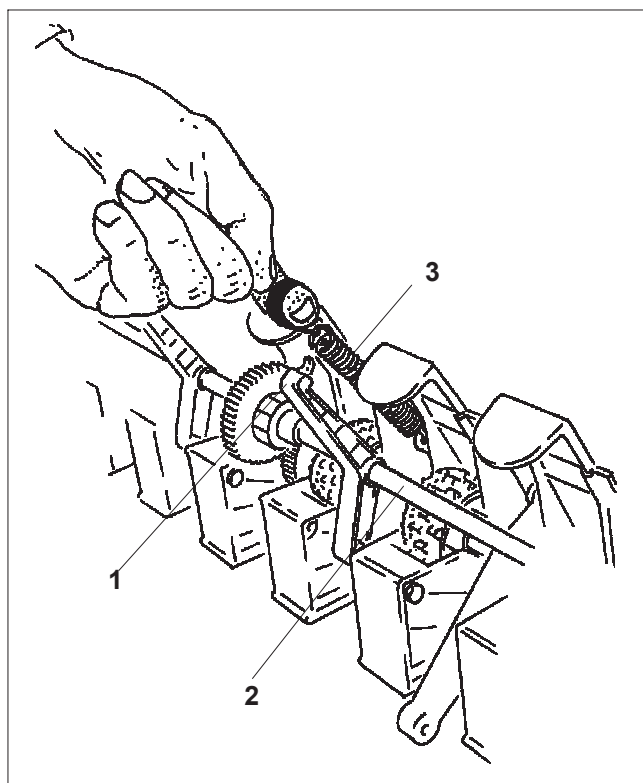
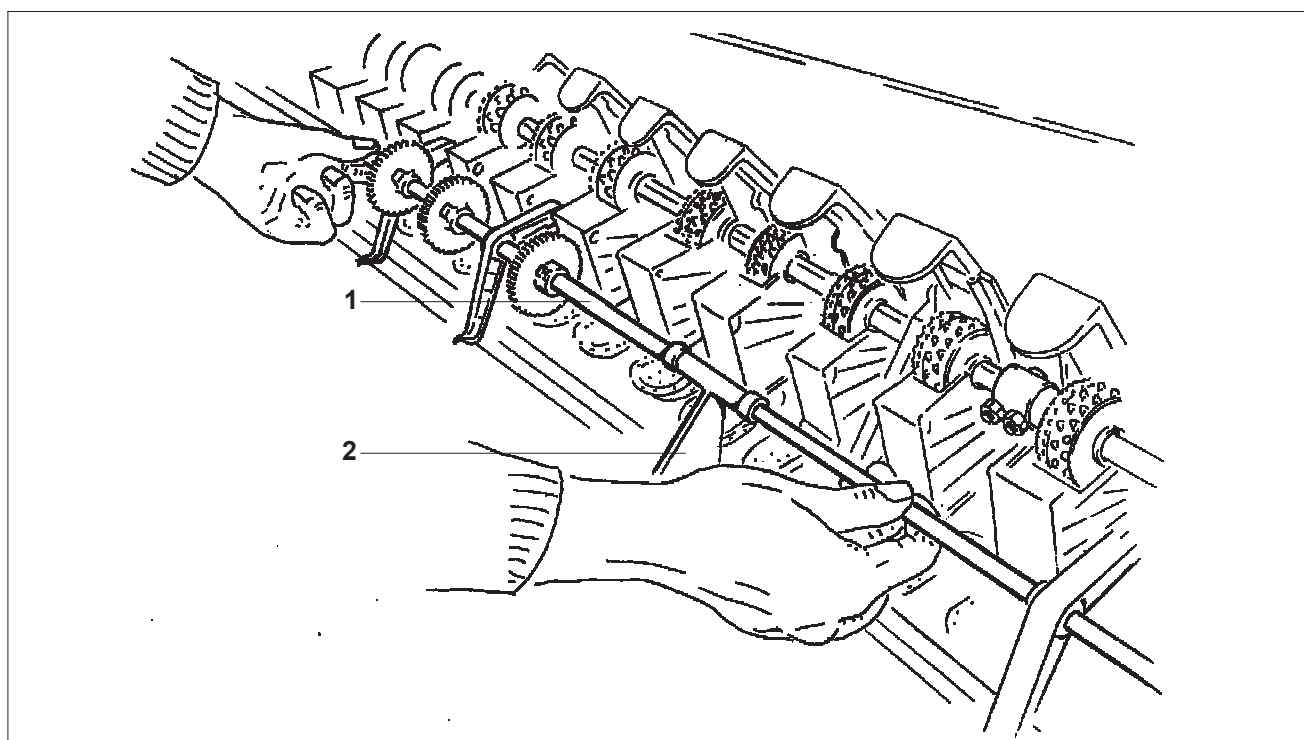

Fig. 18.23
Fig. 18.24
- Les paliers pivotants (Fig. 18.23/1) de l'arbre intermédiaire (Fig. 18.23/2) sont montés sur ressorts. Déposer les ressorts de traction (Fig. 18.23/3) et abaisser l'arbre intermédiaire (Fig. 18.24/1). Ce qui fait sortir un support (Fig. 18.24/2) du logement d'un carter de distribution et qui bloque axialement l'arbre intermédiaire.